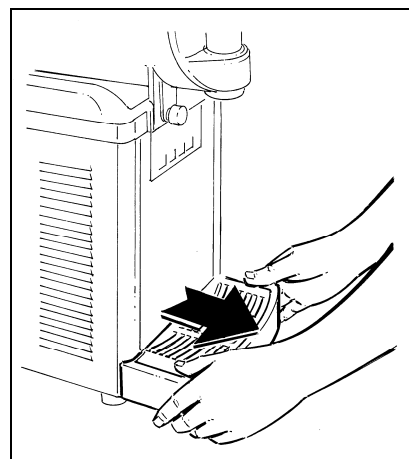

Fig. 30
- Smontare la vaschetta raccogli gocce tirandola verso l'esterno (fig.30).